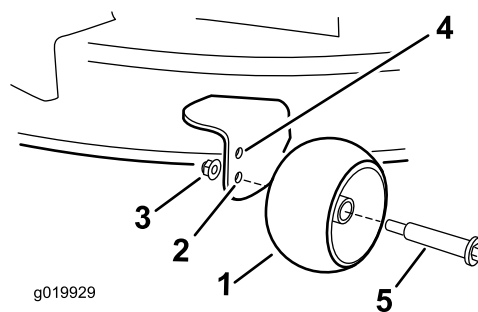

Figura 31
- Orificio superior – utilice esta posición cuando la carcasa de corte está en la posición de altura de corte de 63 mm o menos (Figura 31).
- Orificio inferior – utilice esta posición cuando la carcasa de corte está en la posición de altura de corte de 76 mm o más (Figura 31).